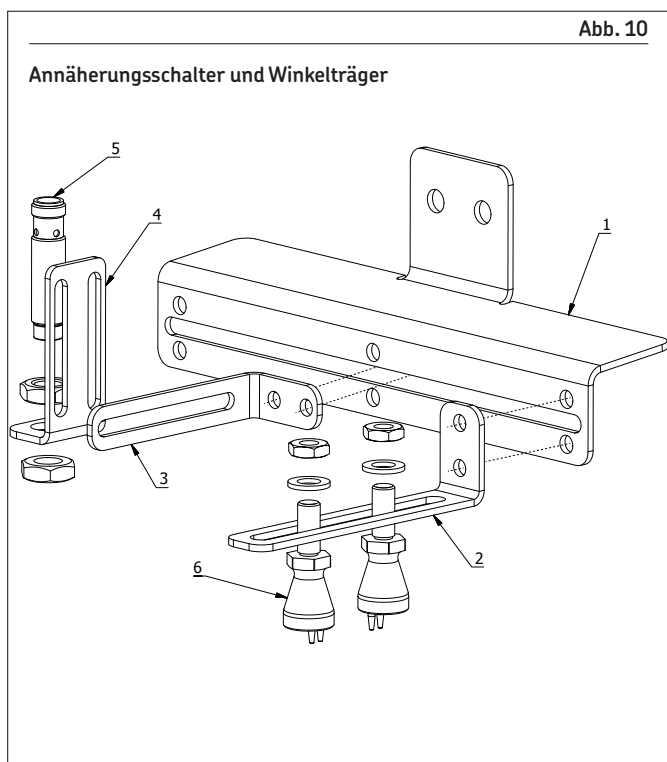

Abb. 10
Um die Spritzdüsen zu befestigen, benutzen Sie die mitgelieferte Halterung (→ **Abb. 10**). Wenn die Halterung befestigt wurde, können Sie die Position der Spritzdüsen nur waagrecht verstellen. SKF empfiehlt deswegen, die Position der Spritzdüsen gegenüber der Kette zu simulieren, bevor Sie die Halterung befestigen.
- 2 Winkelträger der Spritzdüsen aufstellen und befestigen (drei möglichen Stellen) (→ **Abb. 10**). Abstände beachten!